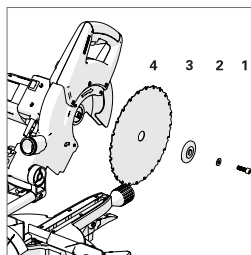

Fig. 40
- Con l'ausilio della chiave esagonale in dotazione, rilasciare la vite del mandrino e rimuovere la rondella, la flangia esterna della lama, e la lama stessa dal mandrino (**fig. 40**).